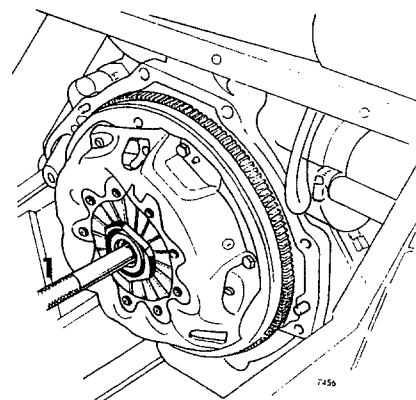

Fig 02-4a. Centreringsavkoppling
2. Centra lamellen, se fig 02-4a, och sätt fast kopplingen. Åtdragningsmoment 15 Nm (11 lb.ft.).